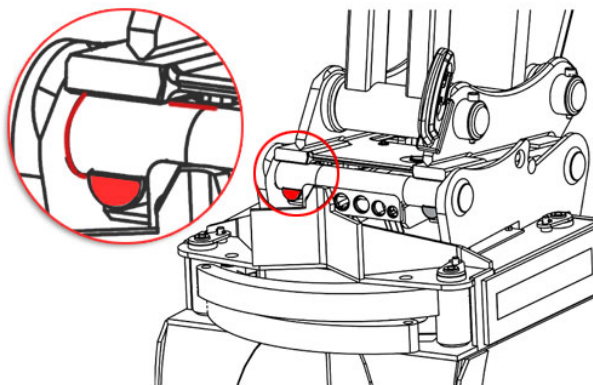

Abbildung 107: Ankuppeln korrekt abgeschlossen
- Die grüne Sichtanzeige ist ausgefahren und von der Baggerkabine aus sichtbar, siehe *Abbildung 107* auf Seite 119.